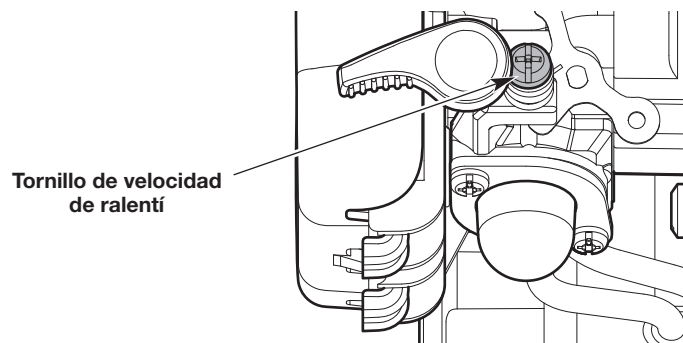

Fig. 13
- Si el motor se para, aumente la velocidad de ralentí. Use un destornillador Phillips pequeño para girar el tornillo de velocidad de ralentí en el sentido de las agujas del reloj, 1/8 de giro cada vez hasta que el motor funciona al ralentí de manera uniforme (Fig. 13).
- Si el cabezal de corte (o cuchilla) gira cuando el motor funciona al ralentí, reduzca la velocidad de ralentí. Gire el tornillo de velocidad de ralentí en el sentido contrario de las agujas del reloj, 1/8 de giro cada vez, hasta que se detenga el cabezal de corte (o cuchilla) (Fig. 13).